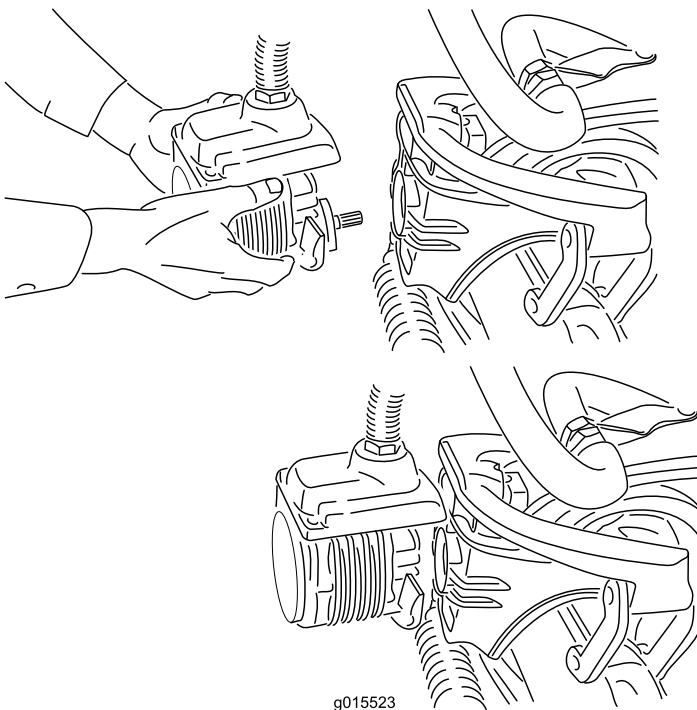

Figura 39
4. Mueva el motor al lugar de almacenamiento en la parte delantera del brazo de suspensión (Figura 39).